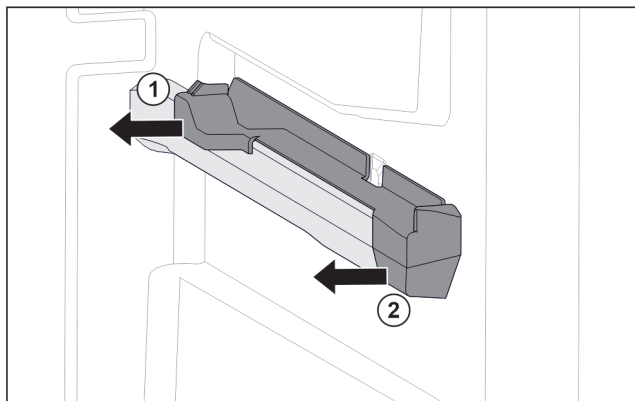

Fig. 194 Élément emboîtable sur la nervure de récipient droite
- Le retirer sur le côté par l'arrière. Fig. 194 (1)
- Le retirer sur le côté par l'avant. Fig. 194 (2)